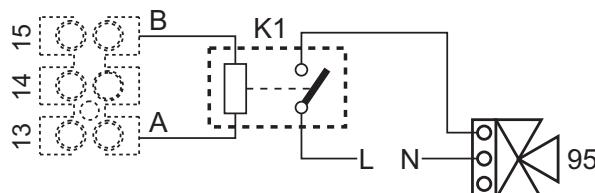
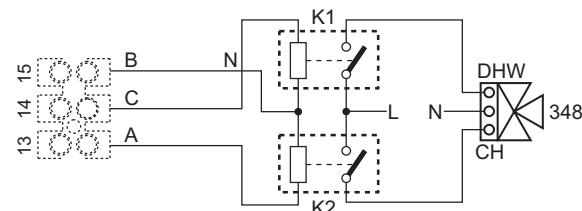

fig. 92 - Collegamento della valvola a 3 vie con 2 fili
fig. 93 - Collegamento della valvola a 3 vie con 3 fili
**ATTENZIONE:** per il collegamento della valvola 3-vie (morsetti 13 - 14 - 15), fare riferimento agli schemi di fig. 92 e fig. 93.